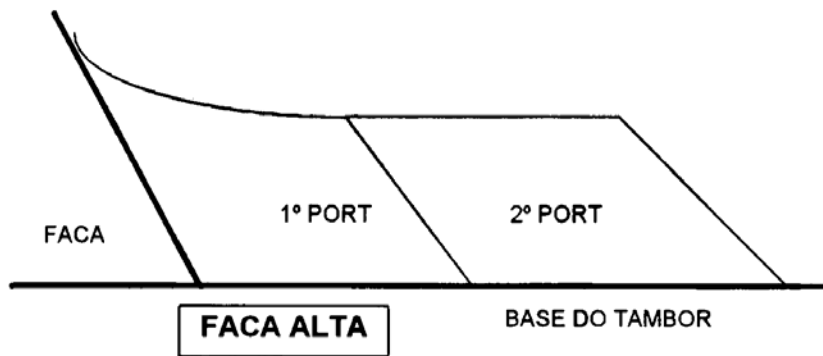
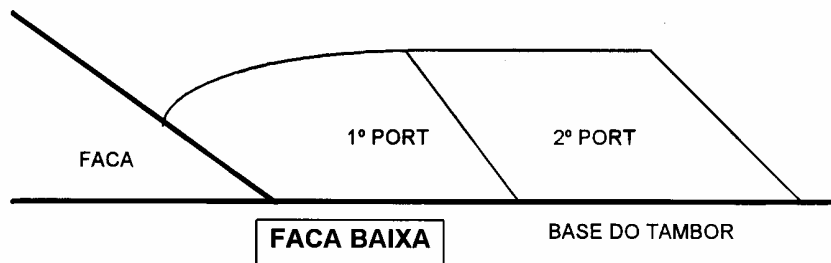

Fig. 04
Fig. 05
**Nota:** nos dois casos, haverá diferenças de tensão entre as primeiras portadas. No primeiro caso, os primeiros fios ficarão mais soltos (Fig. 04) e, no segundo caso, ficarão mais esticados (Fig. 05).